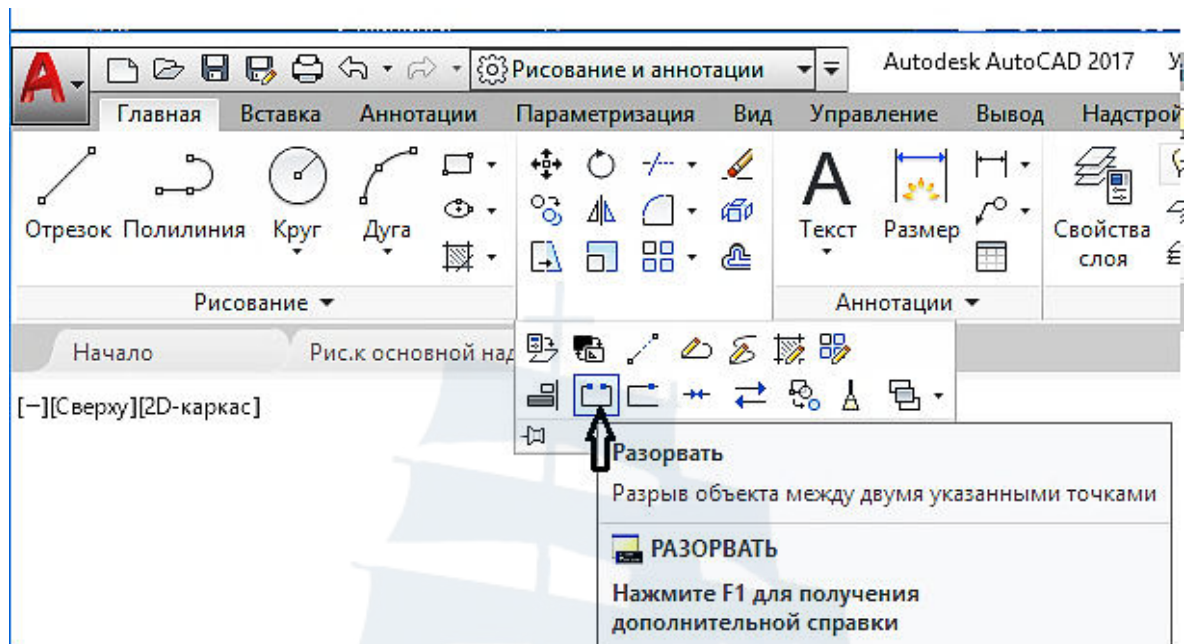

Рис. 98
- щелчком мыши по кнопке  **Разорвать** на панели инструментов **Редактирование** на вкладке **Главная** ленты инструментов, предварительно кнопкой  открыв дополнительный список инструментов (рис. 98);